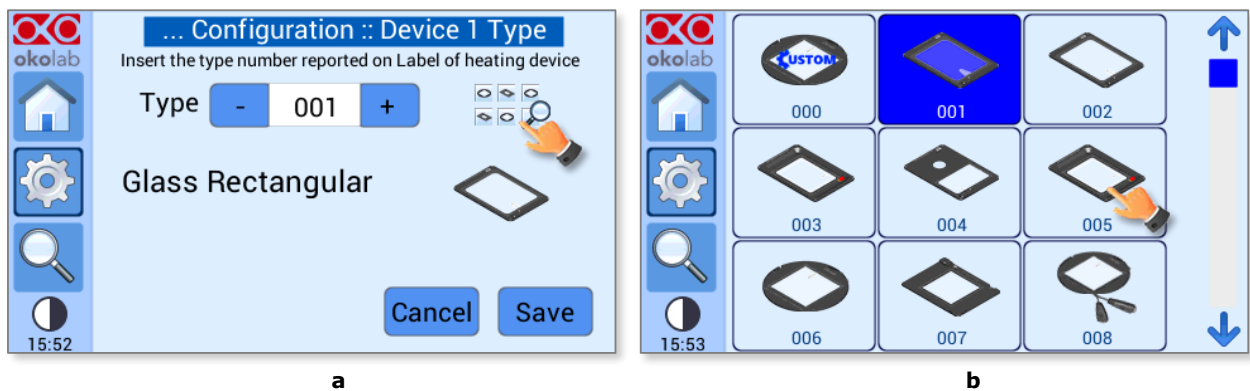

Figure 21. Sélection du type de dispositif (a -b).
- l'icône  (voir Figure 21 a). Sélectionnez les dispositifs chauffants correspondants à l'aide des flèches, voir Figure 21 b)